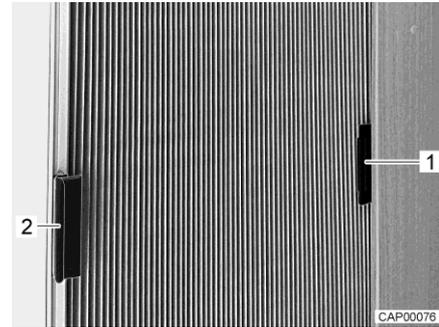

Fig. 3 Tendina oscurante pieghevole per il finestrino laterale (chiusa)
- Spingere la tendina oscurante pieghevole dalla maniglia (Fig. 3,1) dentro il sopralzo (Fig. 3,2). La tendina oscurante pieghevole è così fissata in modo che non possa chiudersi inavvertitamente durante la marcia.